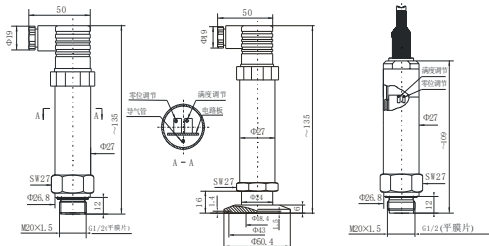
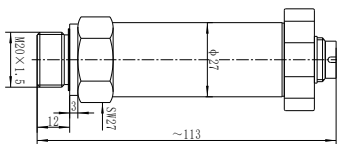

图 1
图 2
3.1.1 非隔爆型产品的外形结构和安装尺寸（见图 1 和图 2）。